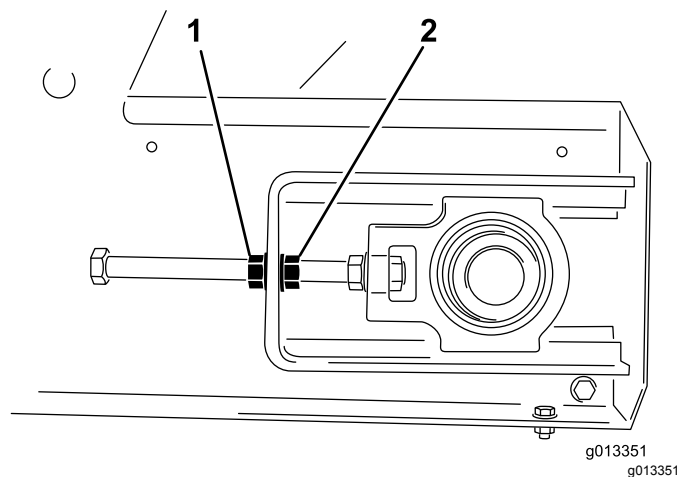

Figura 55
4. Con 2 chiavi, tenete ferma l'estremità dell'asta del dispositivo di tensione e poi allentate il dado di bloccaggio, ovvero il dado più vicino all'estremità dell'asta (Figura 55).
3. Sul lato verso cui il nastro è spostato, tenete ferma l'estremità dell'asta del dispositivo di tensione, poi allentate il dado di bloccaggio e serrate il dado di regolazione di 2 facce (Figura 55).